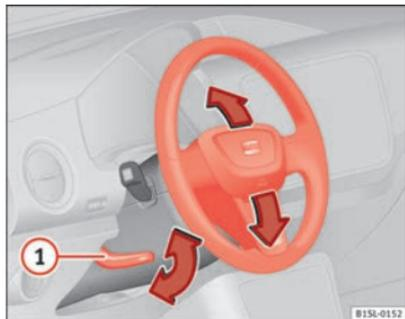

Fig. 33 Regolazione meccanica del volante
- Muovere la leva ⇒ fig. 33 ① verso il basso.
- Dopo aver regolato il piantone dello sterzo, spingere fermamente la leva ⇒ fig. 33 ① verso l'alto affinché il volante non cambi posizione accidentalmente durante la marcia.